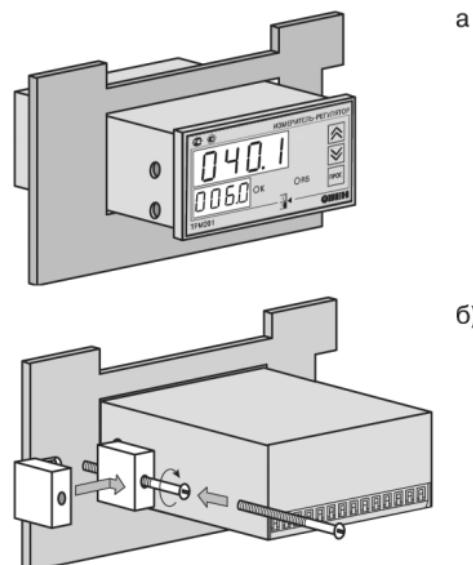

Рис. 13
1. Вставить прибор в специально подготовленное отверстие на лицевой панели щита (см. прил. А и рис. 13, а).
2. Вставить фиксаторы из комплекта поставки в отверстия на боковых стенках прибора (рис. 13, б).